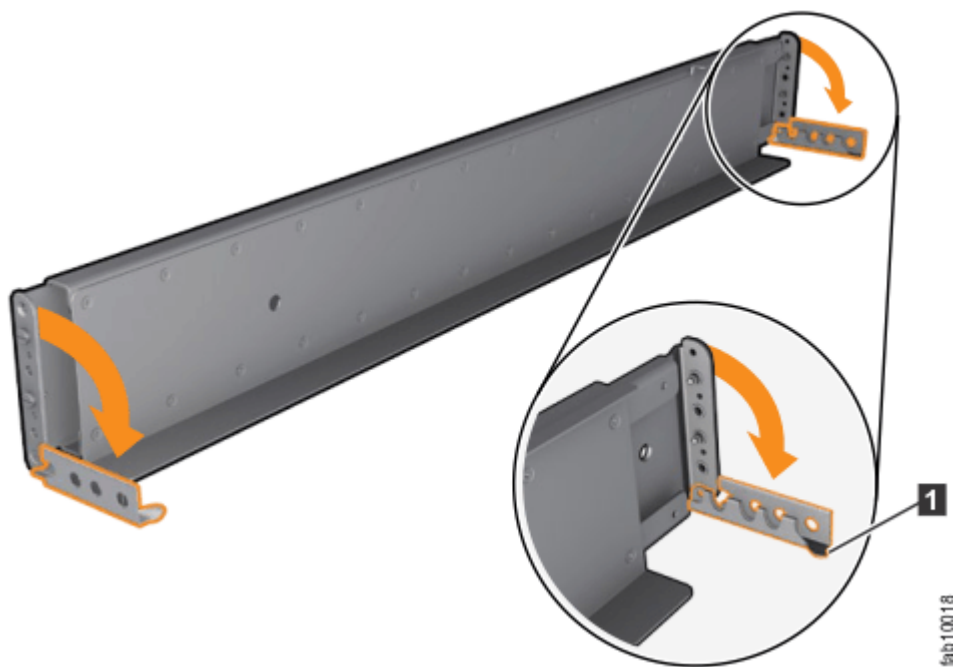

图 38. 打开铰链支架
6. 在导轨的每一端，握住卡口 **1** 并用力拉以打开铰链支架（请参阅第 32 页的图 38）。